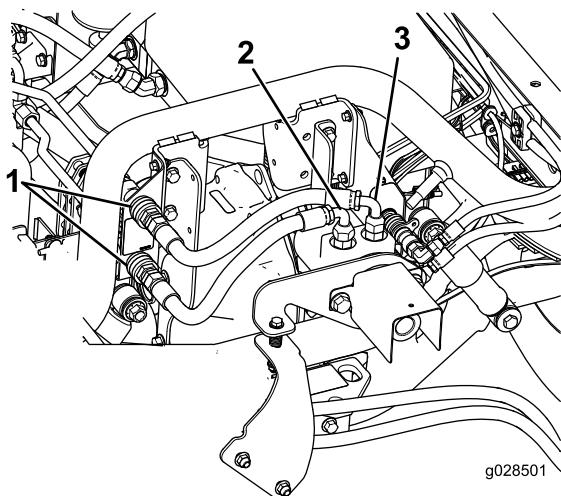

Figura 8
1. Ligue a extremidade livre da mangueira que está ligada ao encaixe interior no motor ao conector rápido inferior no suporte (Figura 8).
| 2. Ligue a extremidade livre da mangueira que está ligada ao encaixe exterior no motor ao conector rápido superior no suporte (Figura 8).